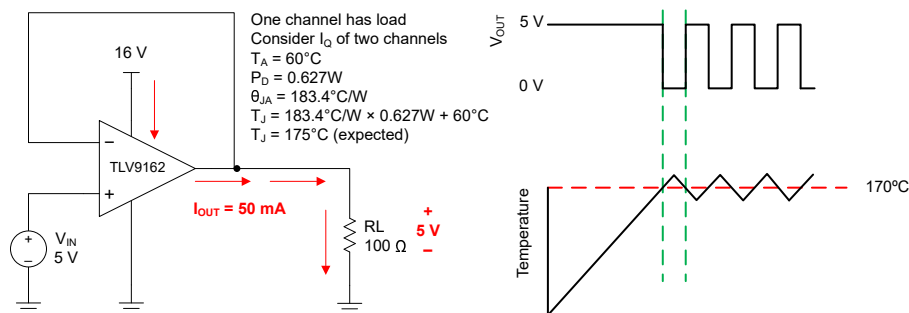

图 6-4. 热保护
任何放大器的内部功耗都会导致内部温度（结温）升高。这一现象称为自热。TLV916x-Q1 的绝对最大结温为 150°C 。超过此温度会损坏器件。TLV916x-Q1 具有过热保护功能，可减少自热造成的损坏。该保护功能的工作原理是监视器件的温度，并在温度超过 170°C 时关闭运算放大器输出驱动。图 6-4 展示了 TLV9162-Q1 的应用示例，该器件因为其功耗 (0.627W) 而会产生显著的自热。在此示例中，两个通道都具有静态功耗，而其中一个通道具有很大的负载。热计算表明，当环境温度为 60°C 时，器件结温达到 175°C 。不过，实际器件会关闭输出驱动来恢复到安全的结温。图 6-4 展示了电路在过热保护期间的行为。在正常工作期间，器件充当缓冲器，因此输出为 5V 。当自热导致器件结温升高超过内部限制时，过热保护强制输出进入高阻抗状态，并通过电阻 R_L 将输出拉至接地。如果依旧存在导致过大功耗的状况，放大器将在关断和启用状态之间振荡，直到输出故障得到纠正。请注意，热性能可能会因所选封装和 PCB 布局设计而有很大差异。此示例使用 TSSOP (8) 封装的热性能。